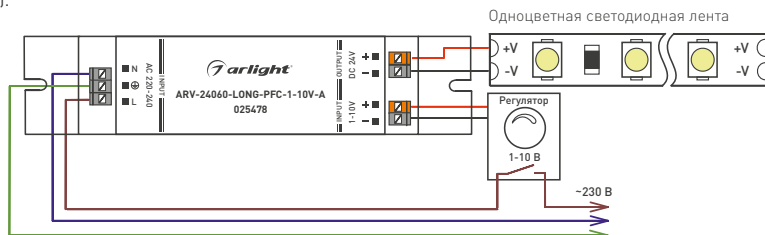

Рис. 1. Пример подключения источника питания.
- 3.4. Подключите нагрузку к выходным зажимным клеммам «+» и «-» источника питания со стороны «OUTPUT», строго соблюдая полярность (рисунок 1).
- 3.5. Подключите провода обесточенной электросети к входным зажимным клеммам источника питания со стороны «INPUT», соблюдая маркировку: «L» (фаза), «N» (ноль). Подключите провод защитного заземления к зажимной клемме, обозначенной символом «⊕» (рисунок 1).
- 3.6. Подключите регулятор 1-10 В к входным зажимным клеммам «1-10V» источника питания, соблюдая полярность (рисунок 1).